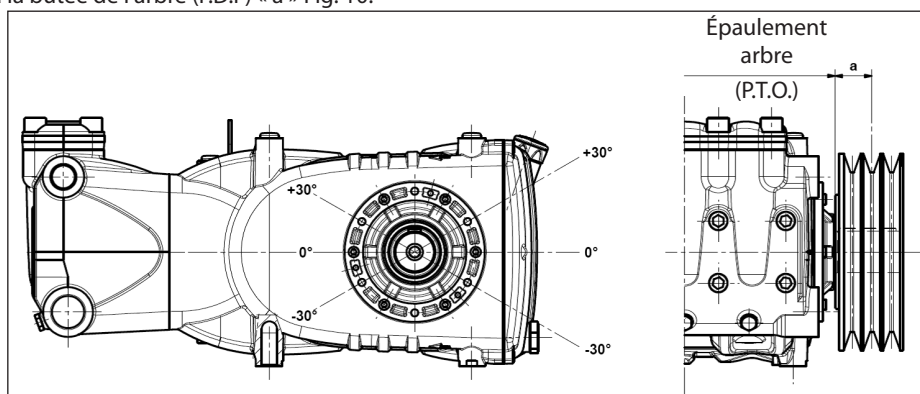

Fig. 10
La charge radiale sur l'arbre ne doit pas être supérieure à 4500 N (valeur nécessaire pour la définition du schéma). La transmission est considérée appropriée si une telle charge est appliquée à une distance maximum de **a = 50 mm** de l'épaule de l'arbre (P.T.O) comme l'indique la Fig. 10.
- b) Utiliser des courroies à haut rendement - par exemple **XPB** au lieu de **SPB** - car il sera nécessaire d'avoir une quantité inférieure de courroies égales à la puissance transmise et par conséquent une distance inférieure de la résultante par rapport à la butée de l'arbre (P.D.F) « a » Fig. 10.